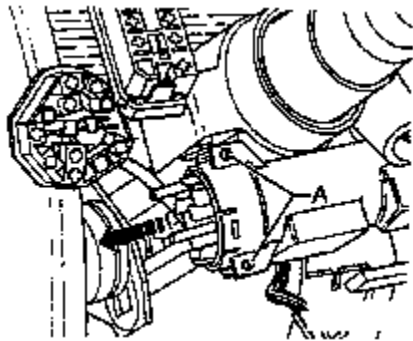

图 11-87 拆卸起动开关
(1) 点火/起动开关的拆卸
- ①拆卸转向柱开关上的下罩壳。
- ②如图 11-87 所示，从点火开关那儿拔出多脚插头。除去固定螺栓 A 的螺丝孔中的保护漆。
- ③稍微拧松固定螺钉 A，并且按箭头方向从方向盘锁壳中取出点火开关。